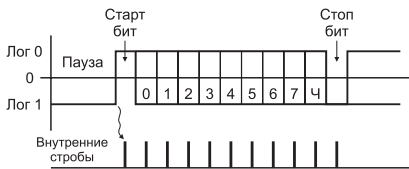

Рис. 1.3. Формат кадра данных
1.4. Оба указанных интерфейса поддерживают асинхронный режим передачи. Данные посылаются блоками (кадрами), формат которых представлен на рис. 1.3. Передача каждого кадра начинается со старт-бита, сигнализирующего приемнику о начале передачи, за которым следуют биты данных и бит четности. Завершает посылку стоп-бит, гарантирующий паузу между посылками.